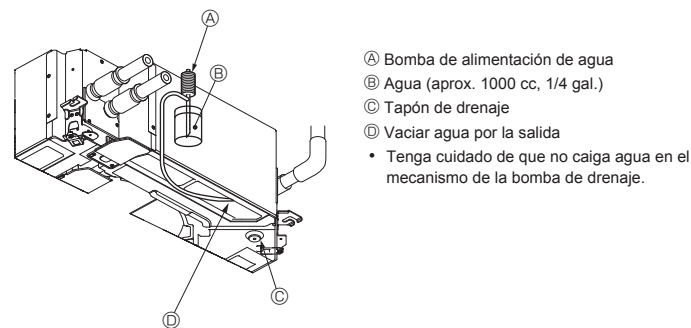

Fig. 7-5
7.4. Comprobación del drenaje (Fig. 7-5)